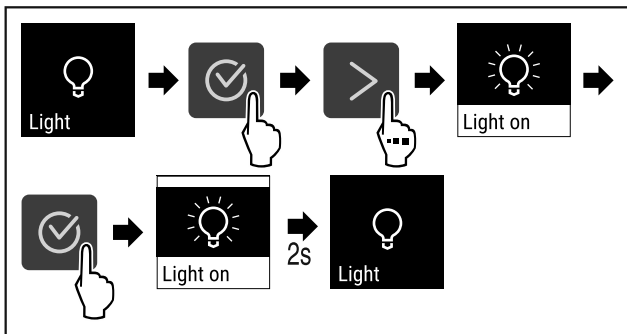

Fig. 67
- ▶ Handlungsschritte (siehe Fig. 67) durchführen.